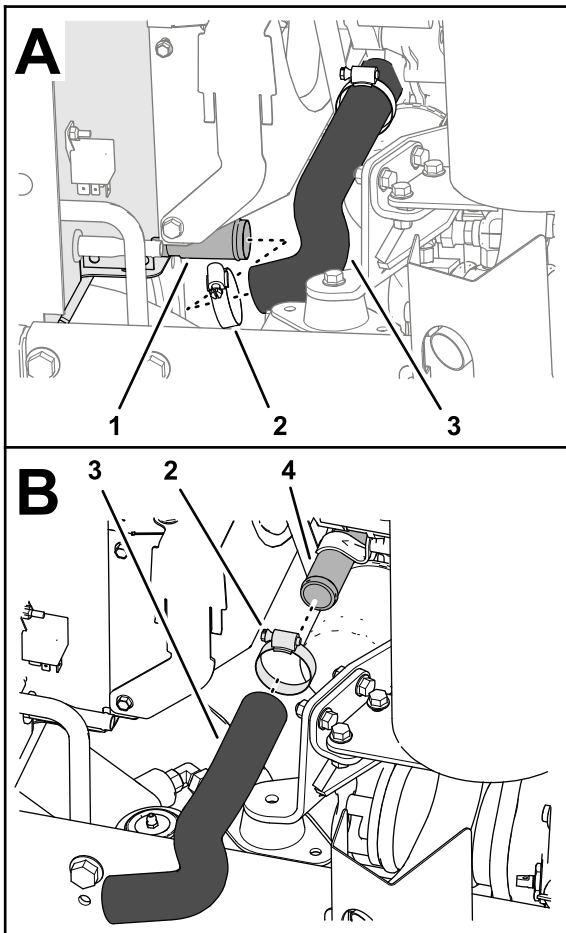

Bild 15
1. Entfernen Sie die Schlauchklemme, die den unteren Kühlerschlauch am Ablauf des Kühler befestigt, und entfernen Sie den Schlauch vom Kühler (Bild 15).
2. Entfernen Sie die Schlauchklemme, die den unteren Kühlerschlauch am Zulauf des Motors befestigt, und entfernen Sie den Schlauch vom Motor (Bild 15).